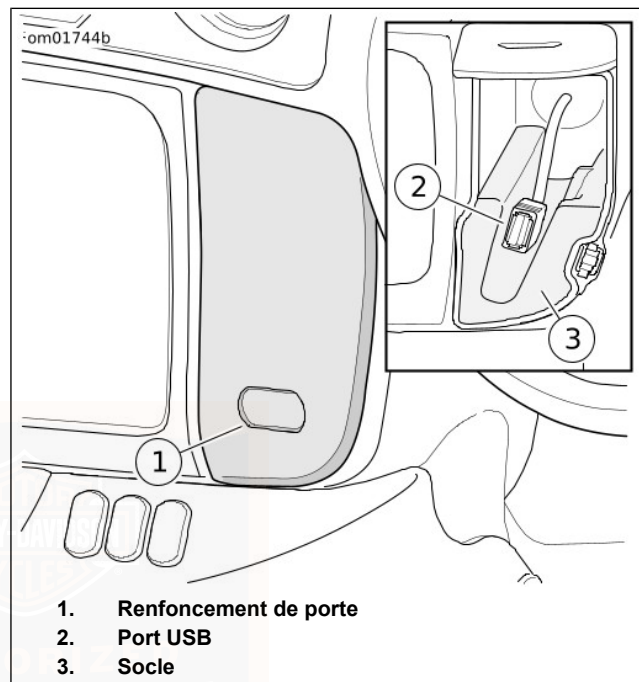

Figure 35. Compartiment multimédia
Voir Figure 35. Le compartiment médiatique Jukebox est une enceinte du tableau de bord qui peut être utilisée pour la
**Ouverture :** Voir Figure 35. Pousser la partie inférieure de la porte et relâcher.